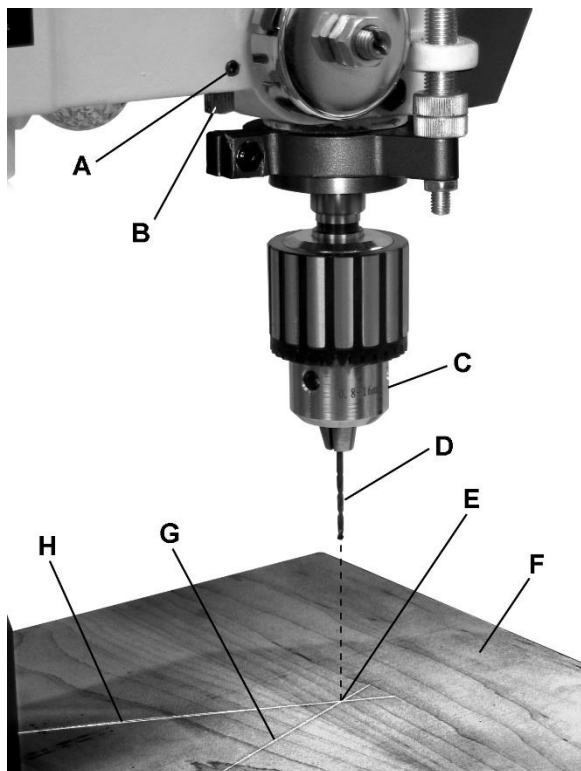

Рис. 15
Порядок выравнивания лазерного указателя (См. Рис. 15):
1. Зажмите в патроне (С) небольшое сверло (D), затем положите на стол заготовку (F). Заготовка не должна сдвигаться. Чтобы закрепить ее, воспользуйтесь струбцинами. Важно: стол станка должен быть установлен горизонтально и зафиксирован.
2. Опустите сверло, чтобы оно оставило в доске маленькое отверстие (E), затем снова поднимите его.
4. С помощью 3 мм шестигранного ключа ослабьте установочные винты (А) с обеих сторон лазерной установки (на Рис. 15 показана только левая сторона лазера).
5. Отрегулируйте (В) так, чтобы лазерный луч (G) пересекал отверстие (E). Затяните установочный винт (А).
6. Таким же образом отрегулируйте второй лазерный блок, чтобы два луча образовали перекрестье (G, H) точно над отверстием (E).